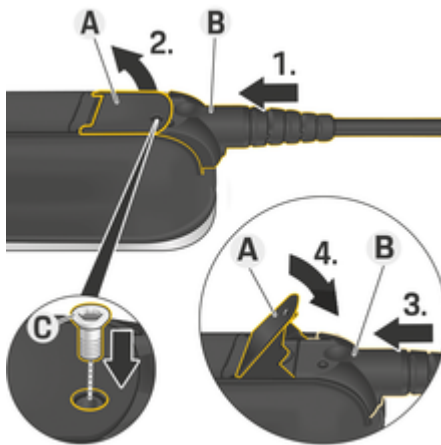

Fig. 16: Fixar cabos e fichas
- ✓ A alavanca **A** (Fig. 16) está fechada.
1. Introduza a ficha **B** (Fig. 16) na unidade de comando até sentir resistência.
2. Levante a alavanca **A** (Fig. 16).
3. Empurre a ficha **B** (Fig. 16) completamente para dentro.
4. Feche a alavanca **A** (Fig. 16).
5. Fixe a ficha **B** (Fig. 16) na unidade de comando utilizando o parafuso **C** (Fig. 16).